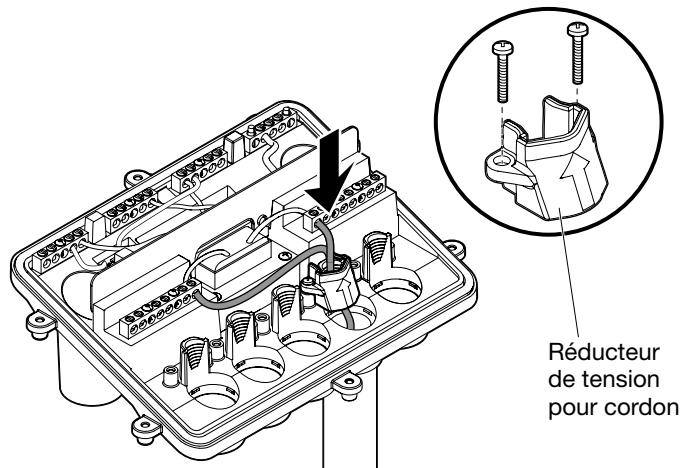

FIG. 9. Emplacements du réducteur de tension
10. Installez le(s) réducteur(s) de tension pour cordon à basse tension. Voir FIG. 9 :